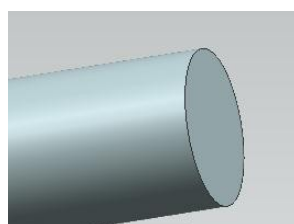
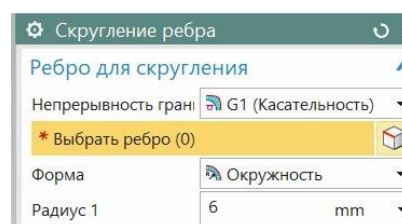

рис.30
рис.32
- Диалоговое окно этой команды (в самом простом варианте исполнения) приведено на рис.32. Результат действия продемонстрирован на рис. 30, 31.